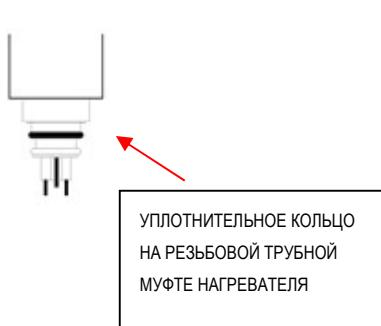

Рис. 2
- Выключите питание. Убедитесь, что уплотнительное кольцо на резьбовой трубной муфте электрического нагревателя правильно вставлено в паз и что нет повреждений или дефектов – рис.2 (в противном случае замените его).